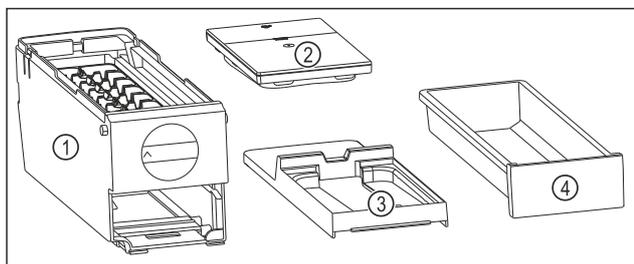

Fig. 80 Componenti dell'EasyTwist-Ice
- ▶ L'EasyTwist-Ice è scomposto in quattro parti. (vedere Fig. 80)
- ▶ Smontare l'EasyTwist-Ice scomponendo solo gli elementi rappresentati in figura. (vedere Fig. 80)
- ▶ Pulire l'intero corpo dell'EasyTwist-Ice Fig. 80 (1).